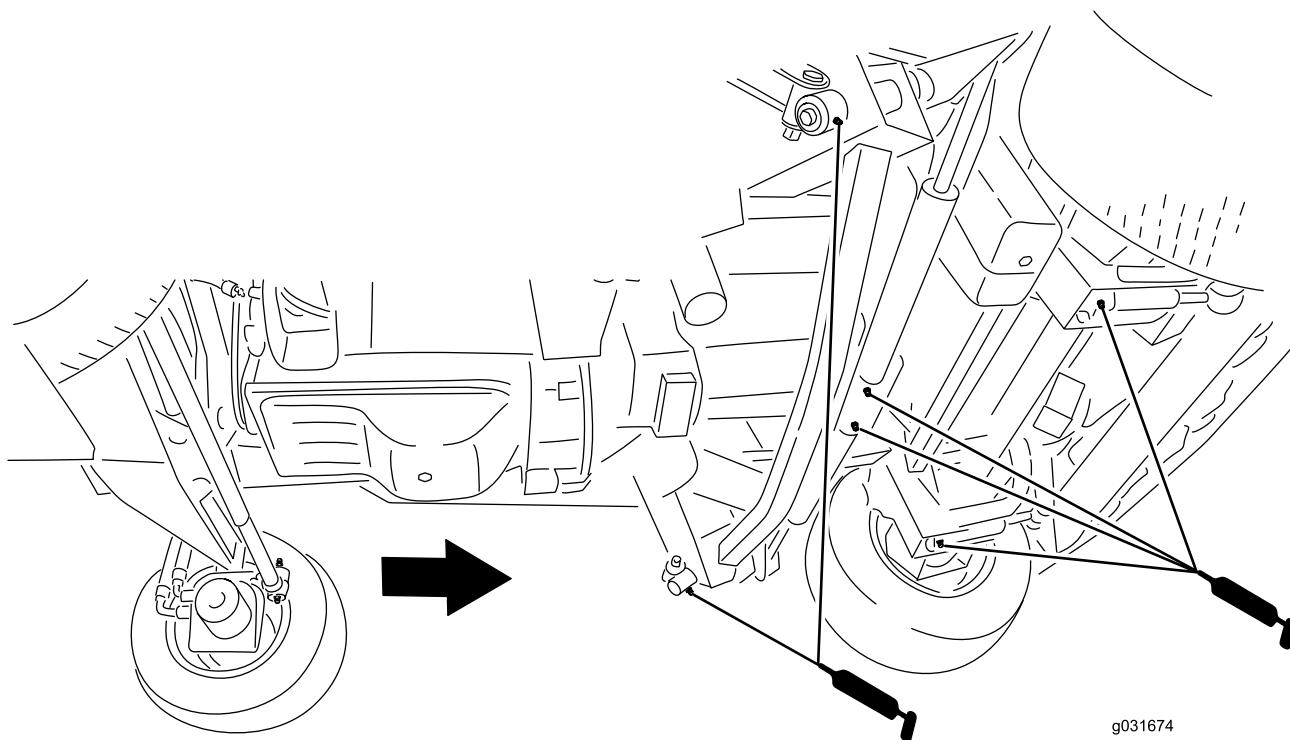

Bild 49
- 2 Stoßarme (Bild 49)
- 2 Frontmähwerk-Hubzylinderdrehzapfen (Bild 49)
- 2 Seitmähwerk-Hubzylinder-Drehzapfen (Bild 49)